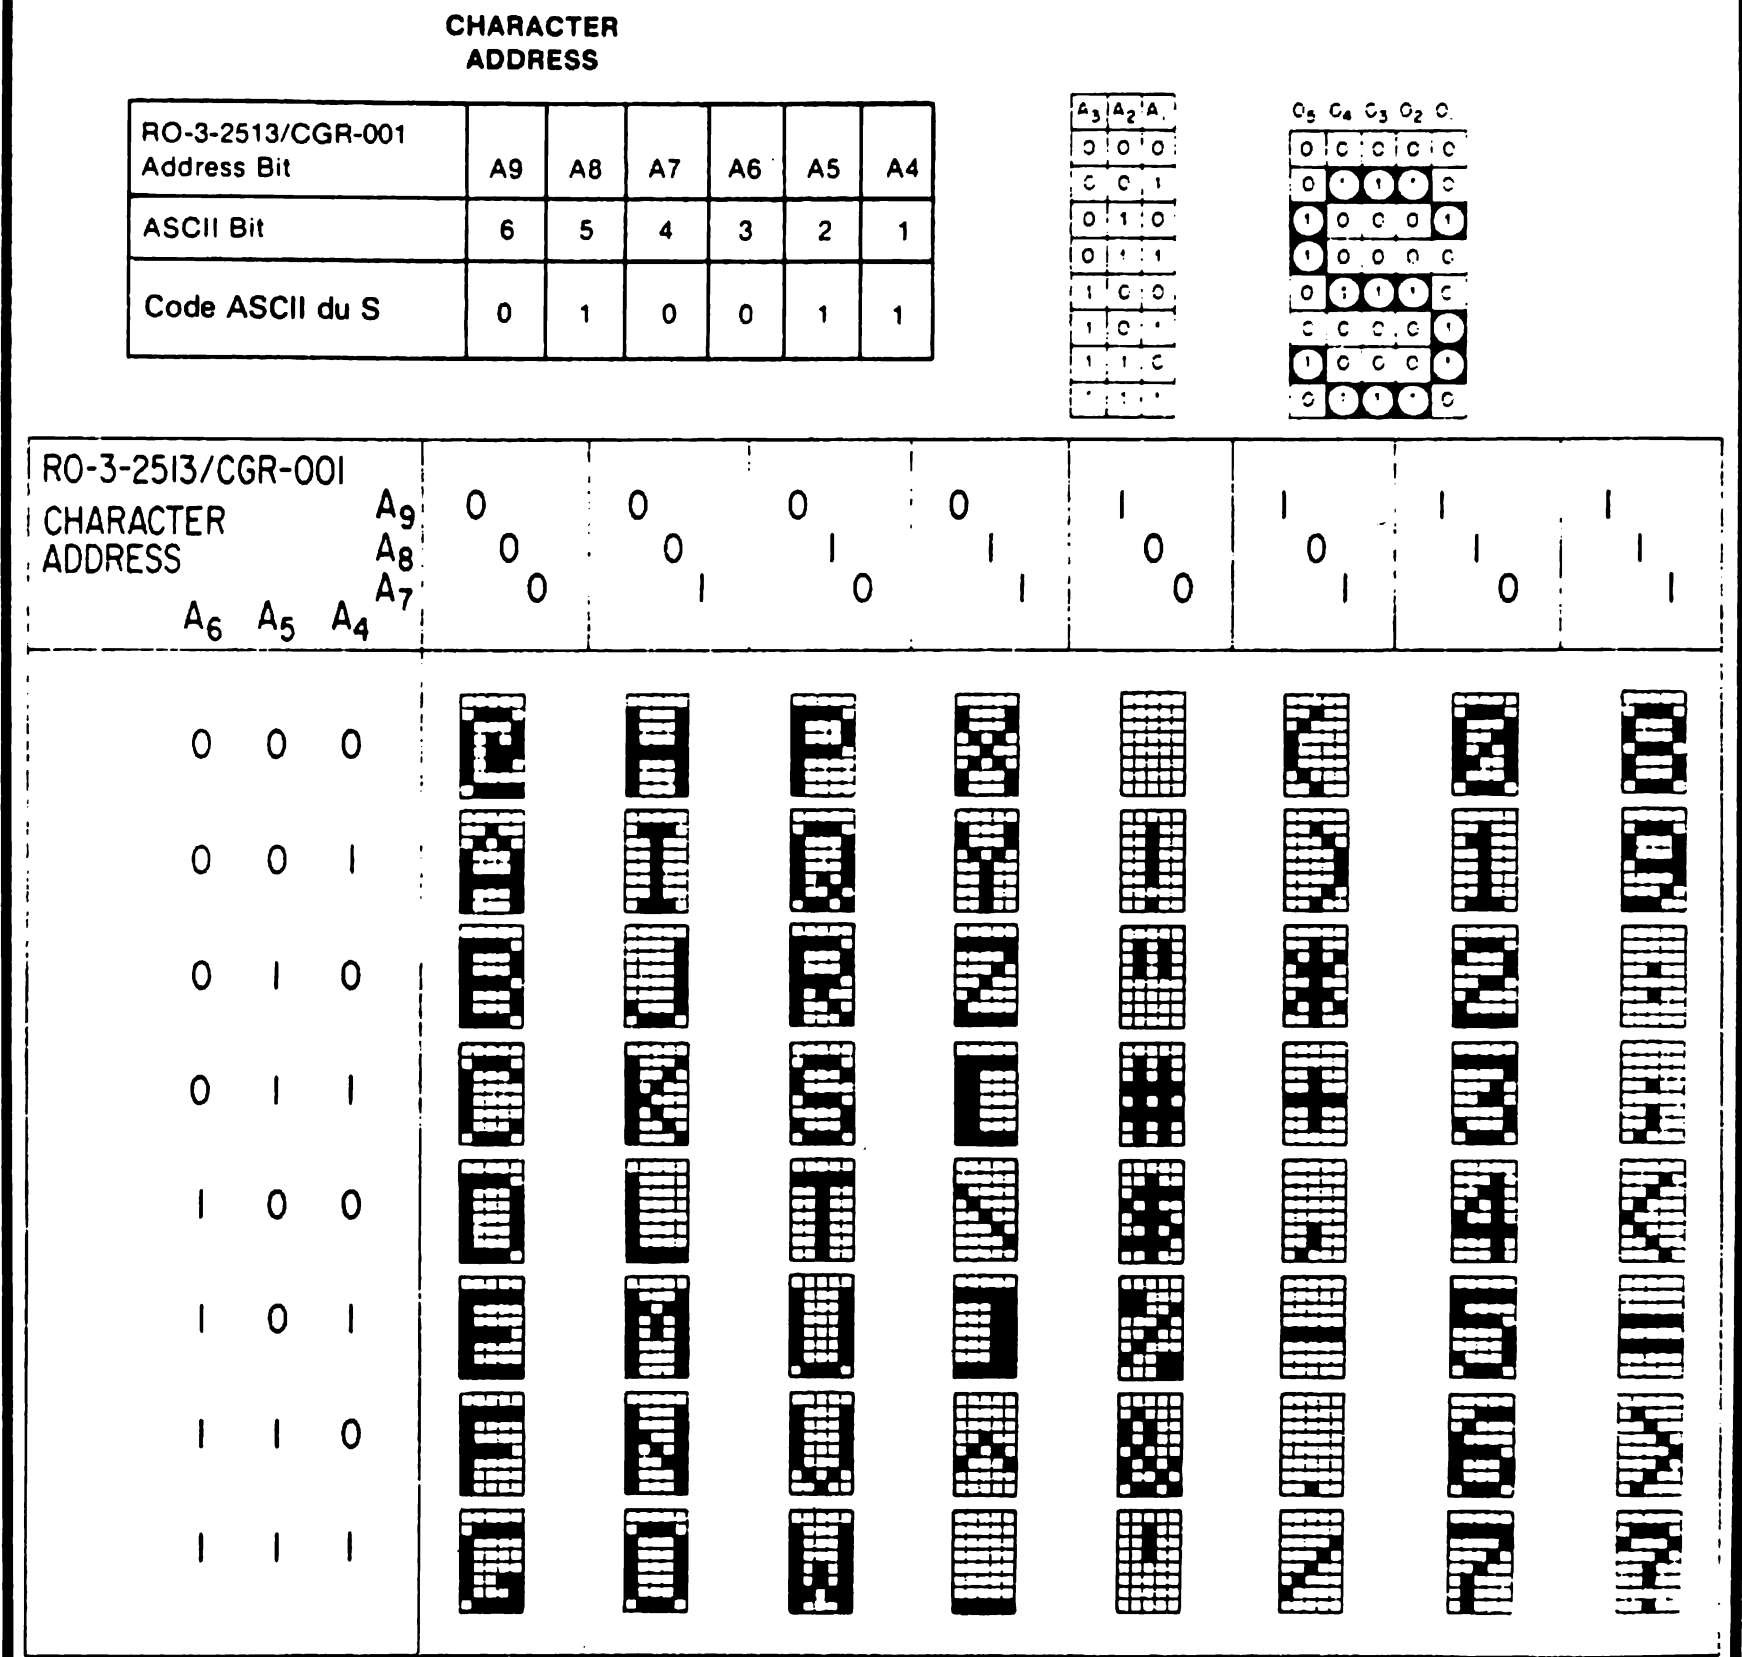

Fig. 7. - Repérage de la matrice du générateur de caractères et aspect de ceux-ci (doc. General Instrument).
Rassurez-vous les caractères sont beaucoup plus jolis sur l'écran que sur le tableau de la figure 7. De plus ce tableau est en « négatif » pour des raisons de commodité de dessin; les caractères étant très généralement présentés en blanc sur fond noir. Enfin chaque carré
- d'une part le codage du générateur de caractères, figure 7,